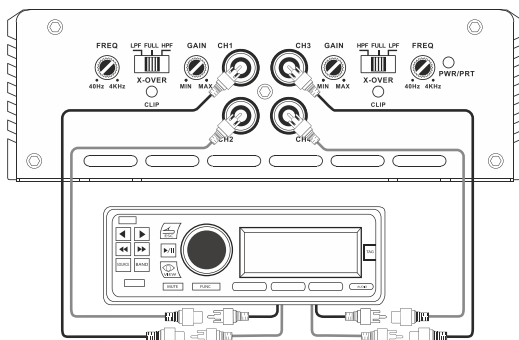

Рис. 2
- Усилитель мощности рассчитан на подключение через RCA разъёмы к линейным выходам головного устройства или отдельного процессора (Рис.2). Если Ваше головное устройство не имеет линейных выходов, Вы можете подключить усилитель мощности используя конвертер высокоуровневого сигнала в линейный (продаётся отдельно).